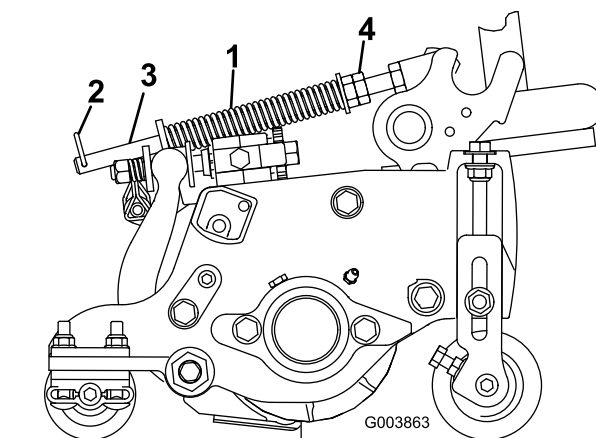

Figura 14
2. Apriete las tuercas hexagonales del extremo delantero de la varilla del muelle hasta que la longitud comprimida del muelle sea de 15,9 cm (Figura 14).
El muelle de compensación del césped (Figura 14) transfiere peso desde el rodillo delantero al trasero. Esto ayuda a reducir el patrón de ondulación en el césped.
1. Asegúrese de que el pasador de horquilla está instalado en el taladro del extremo de la varilla del muelle (Figura 14).